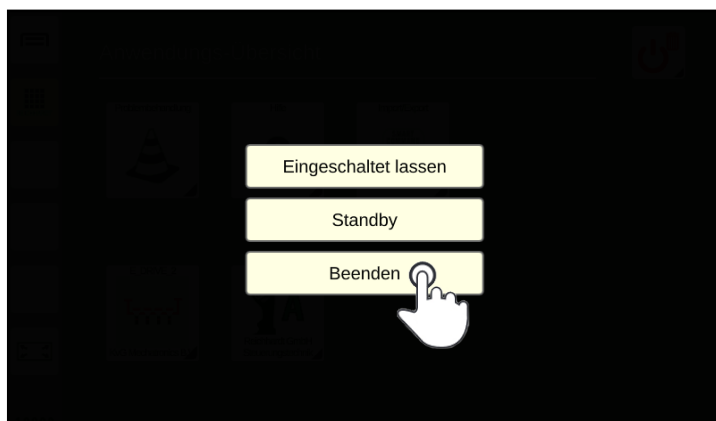

Abb. 79: SMART COMMAND-Terminal 7" herunterfahren
3. Tippen Sie auf „Beenden“ (siehe Abb. 79).